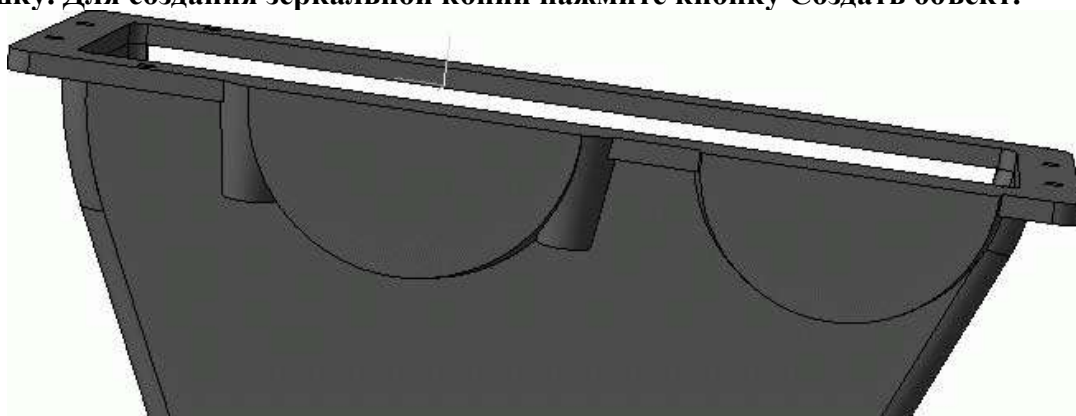

Рис. 3.81. Бобышки
16. По двум построенным эскизам создайте операцию по сечениям, в результате получится первая бобышка со стороны ведомого вала. Чтобы создать вторую такую же бобышку (рис. 3.81), зеркально отобразите ее относительно плоскости XY . Для этого используйте команду Зеркальный массив панели Редактирование детали, после вызова которой сначала выделите в дереве построения плоскость симметрии, а затем объект для копирования – операцию по сечениям, сформировавшую первую бобышку. Для создания зеркальной копии нажмите кнопку Создать объект.